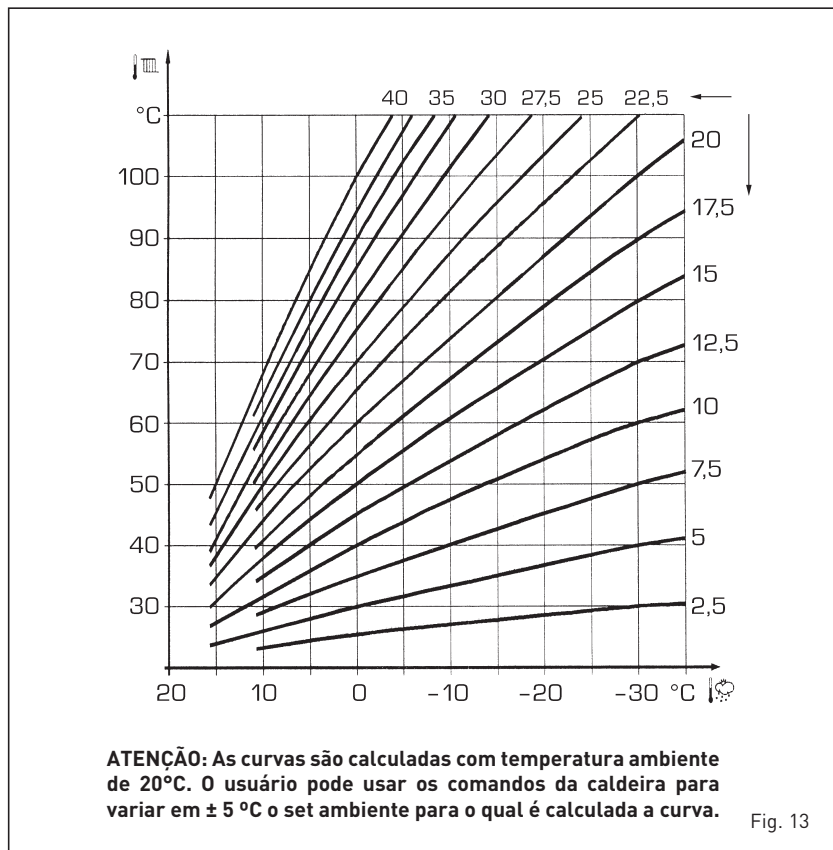

Fig. 13
3.4 Sonda exterior ligada (fig. 13)
Aumentando inclinação representada pelas curvas da fig. 13 aumenta-se a temperatura de ida do circuito em correspondência com a temperatura exterior.